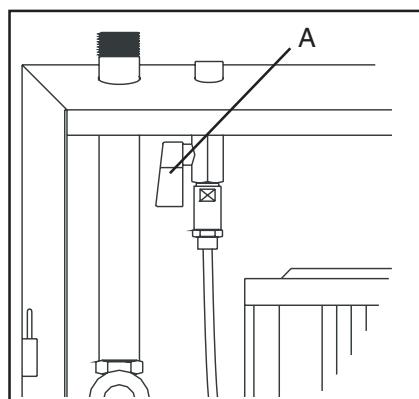

Fig. 17
2. Abra el suministro de aire colocado dentro de la estación principal (véase A, fig 17).
- Cierre el suministro de aire (A, fig. 17).